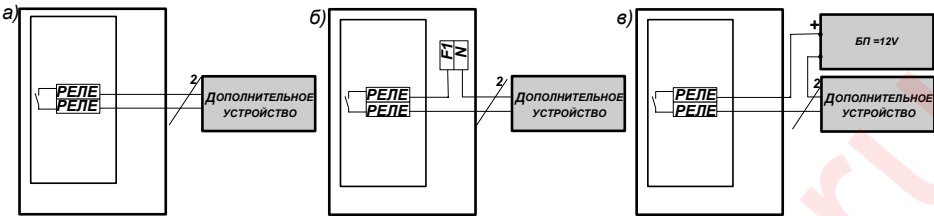

Рис. 1
Сброс памяти сработки происходит нажатием кнопки «СБРОС/ТЕСТ» на лицевой панели (см. Приложение А Рис. 1).
Встроенная звуковая сигнализация включена, пока есть активный сигнал датчика загазованности, или пока не будет нажата кнопка «СБРОС/ТЕСТ» на лицевой панели (см. Приложение А Рис. 1).
Электрический монтаж рекомендуется выполнять согласно Рис.1 Приложения Б в приведенной ниже последовательности.
- 2.2.2 Подключить дополнительное устройство, например светозвуковой оповещатель, к клеммам «РЕЛЕ» на плате «ГТ003», согласно одного из приведенных ниже вариантов на Рис. 1.